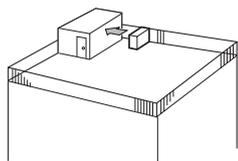

Fig. 2-3
- ① Richten Sie die Luftaustrittsöffnung mit einem Abstand von etwa 100 cm auf die nächstgelegene Wand aus. (Fig. 2-3)